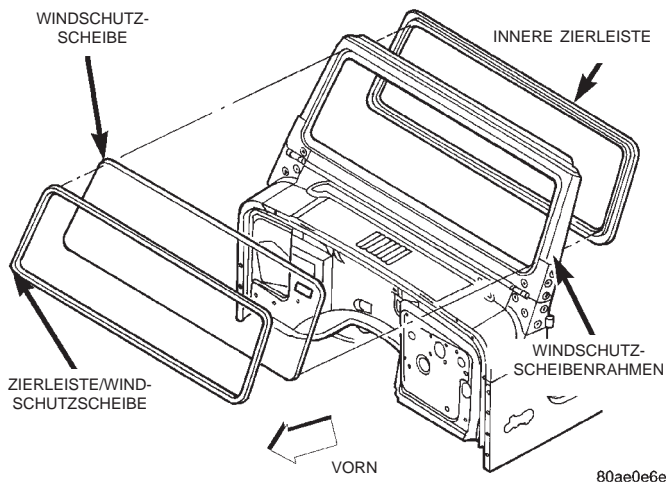

Abb. 2 Windschutzscheibe
(6) Windschutzscheibe aus dem Scheibenrahmen nehmen (Abb. 2).